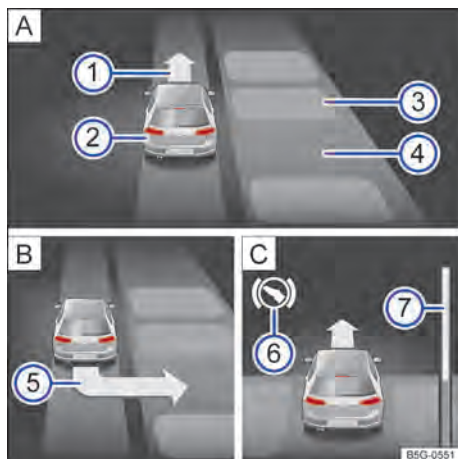

Fig. 117 No display do instrumento combinado: estacionar lado a lado. **A** Procurar uma vaga de estacionamento. **B** Posição para estacionar. **C** Manobrar. ▶
- Estacionar ao aparecer no display do instrumento combinado a indicação de estacionamento → Fig. 117 **5** → Página 154.
Legenda da → Fig. 117 (modo de estacionamento lado a lado com marcha a ré):
- Frear quando soar um alarme sonoro indicando para mudar de direção, acender a seta → Fig. 117 ① , acender o símbolo branco  ou mostrar uma mensagem.